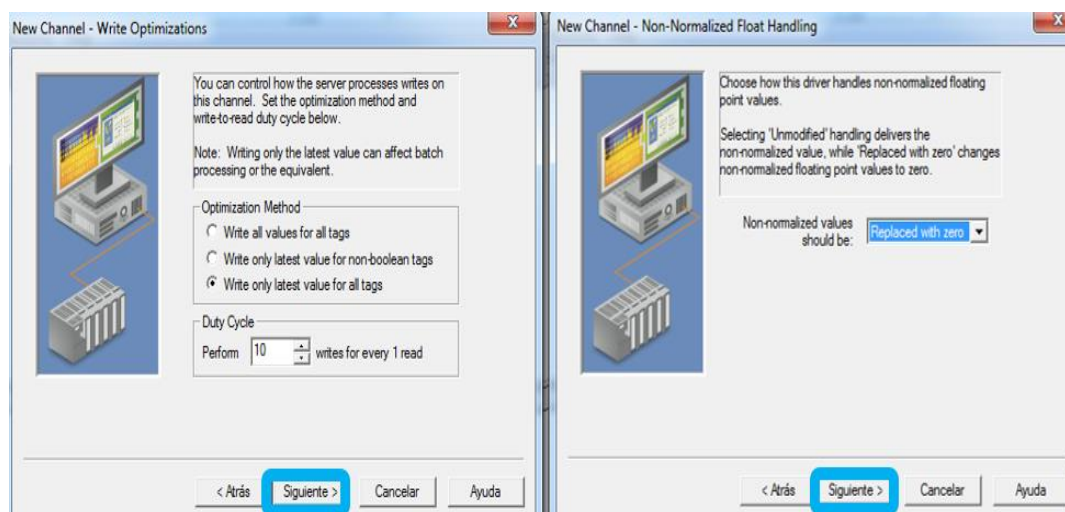

Figura 2.66: Opciones del canal del OPC.
- En las dos ventanas dar clic en siguiente como se indica en la figura 2.66.